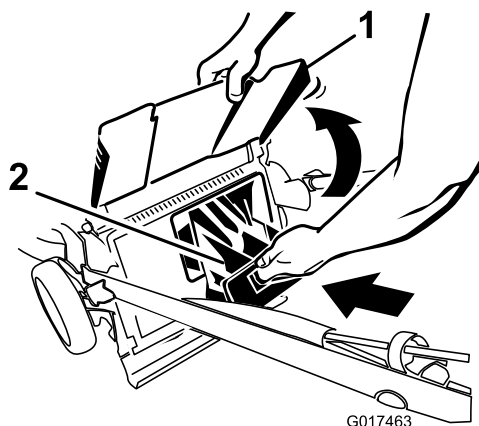

**Figura 27**
1. Pase la cuerda del arrancador alrededor de la guía de cuerda inferior (Figura 27).